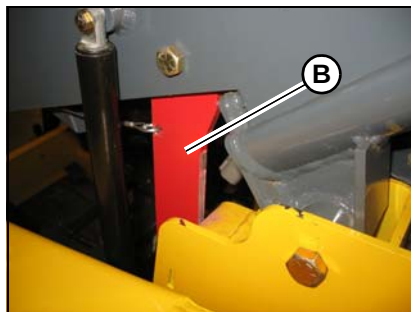

Figura 88 – Mecanismo de fijación de la ROPS/FOPS
3. Incline la ROPS/FOPS hacia arriba y hacia atrás, quitando del paso las palancas de control. Incline la ROPS/FOPS hacia atrás lentamente hasta que el mecanismo de bloqueo (B, Figura 88) fije la ROPS/FOPS en posición elevada.